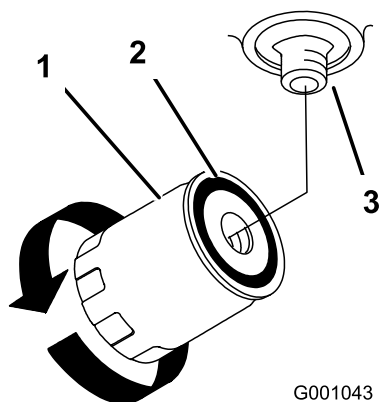

Figure 71
7. Appliquez une fine couche d'huile propre sur le joint en caoutchouc du filtre de rechange (Figure 71).
9. Remplissez le réservoir hydraulique jusqu'à ce que le liquide déborde du filtre. Tournez alors le filtre à huile dans le sens horaire jusqu'à ce que le joint en caoutchouc vienne toucher l'adaptateur du filtre. Serrez ensuite le filtre de 1/2 tour supplémentaire (Figure 71).